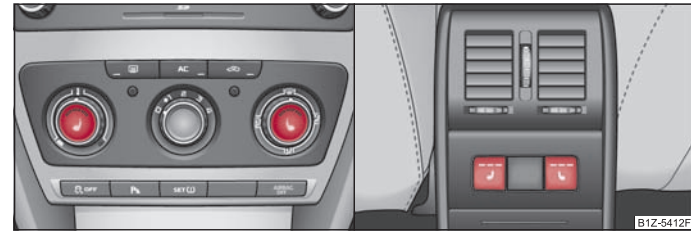

Fig. 1 Cuadro de interruptores: Regulador de calefacción de los asientos delanteros / traseros
- Accionando el interruptor  ⇒ fig. 1 - a la derecha, podrá conectar y regular la calefacción del asiento izquierdo, o bien del asiento trasero derecho.